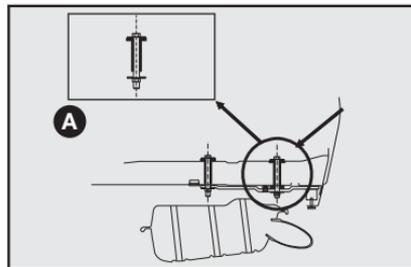

fig. 12
- Efetuar no veículo a furação com  $\varnothing$  (diâmetro) 11 mm traspassando o assoalho posterior (ver detalhe **A-fig. 12**) e a longarina nas marcas esquemáticas indicadas na **fig. 13**.